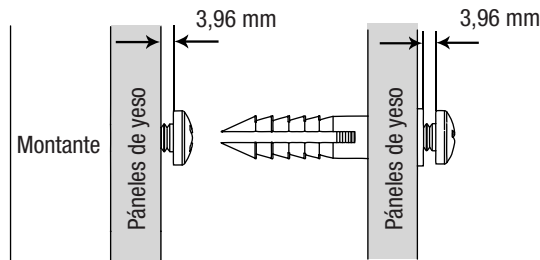

Figura 2
PASO 2: Perfore los orificios guía con una broca de 2,5 mm (3/32") en las ubicaciones marcadas. Si hay un montante presente, inserte y asegure el tornillo dejando una brecha de 3,96 mm. Si no hay un montante, utilice una broca de 5 mm (3/16") para agrandar el orificio de 2,5 mm. Inserte el anclaje y asegure el tornillo dentro del anclaje, dejando una brecha de 3,96 mm como se muestra en la **Figura 2**.